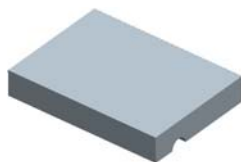

图 8.26 着色后的上半部分体积块
Step6. 系统弹出“属性”对话框，同时模型中的体积块的上半部分变亮，在该对话框中单击  按钮，着色后的体积块如图 8.26 所示。然后在对话框中输入名称 upper_vol，单击  按钮。